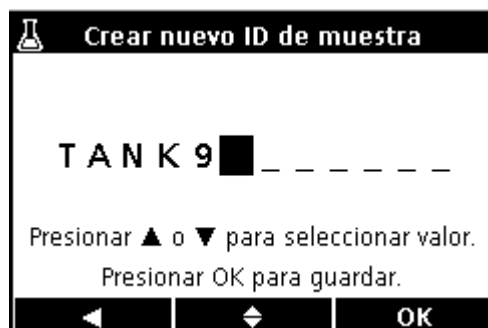

Figura 12 Introducción o cambio de un valor de opción
2. Introduzca un valor de opción usando las teclas de flechas (Figura 12):